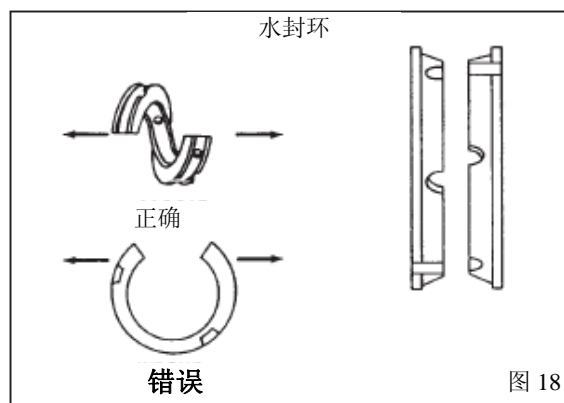

图 18
5. 两件式Teflon水封环全部是用3410钢制成的。转动水封环的上下两半，使其包围在大轴衬的周围，如图18所示。